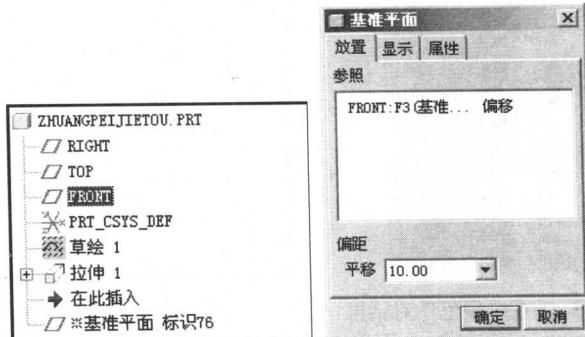

图 1-11 “模型树”和“基准平面”对话框
(11) 在工作视图区左侧的“模型树”中单击选择 FRONT (前视基准平面)，然后在工作视图区右侧的工具栏中单击“基准平面工具” \square 按钮，打开“基准平面”对话框，在“平移”数值框中输入需要的数值，如图 1-11 所示。